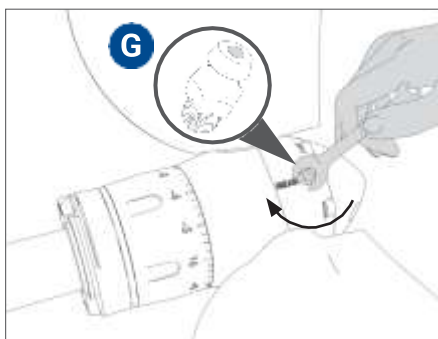

FIG. 43 Avvitamento dell'ingrassatore "G"
- Avvitare nel foro stesso l'ingrassatore **G** fornito in dotazione con l'elica (Fig. 43).